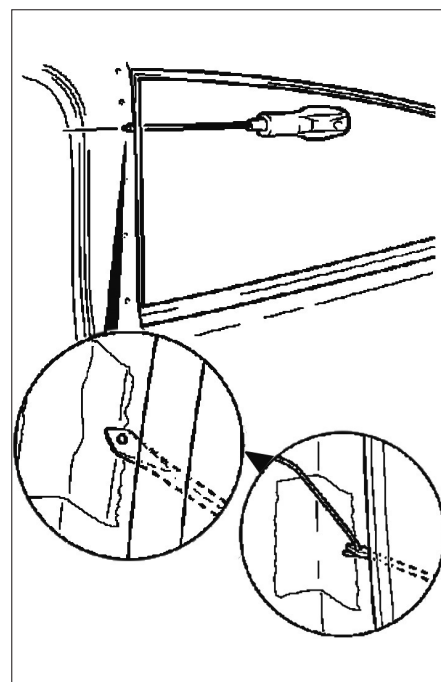

FIG. 78
- Chauffer l'alène puis traverser la couche de colle de l'intérieur vers l'extérieur (fig. 78).